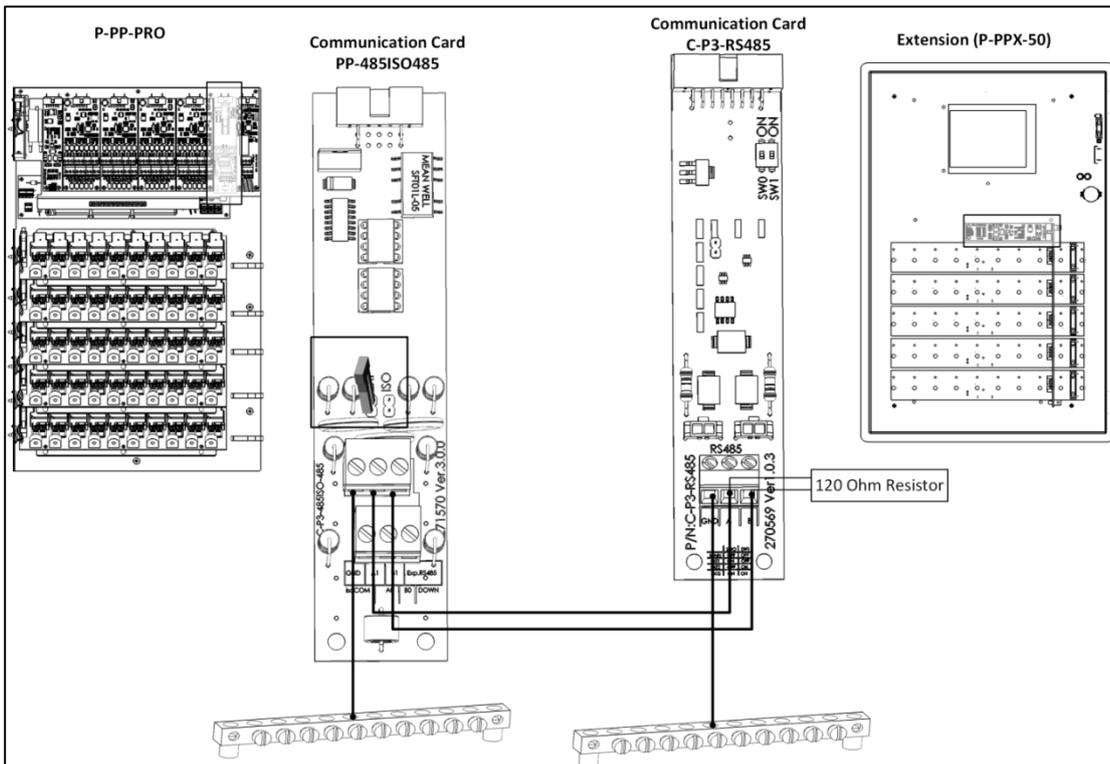

Figura 47: Caixa de expansão - Terminação do controlador
- Se uma unidade de expansão do Platinum Pro estiver instalada no final de uma cadeia, instale um resistor de terminação de 120 ohms (fornecido pela Rotem) (Figura 47).